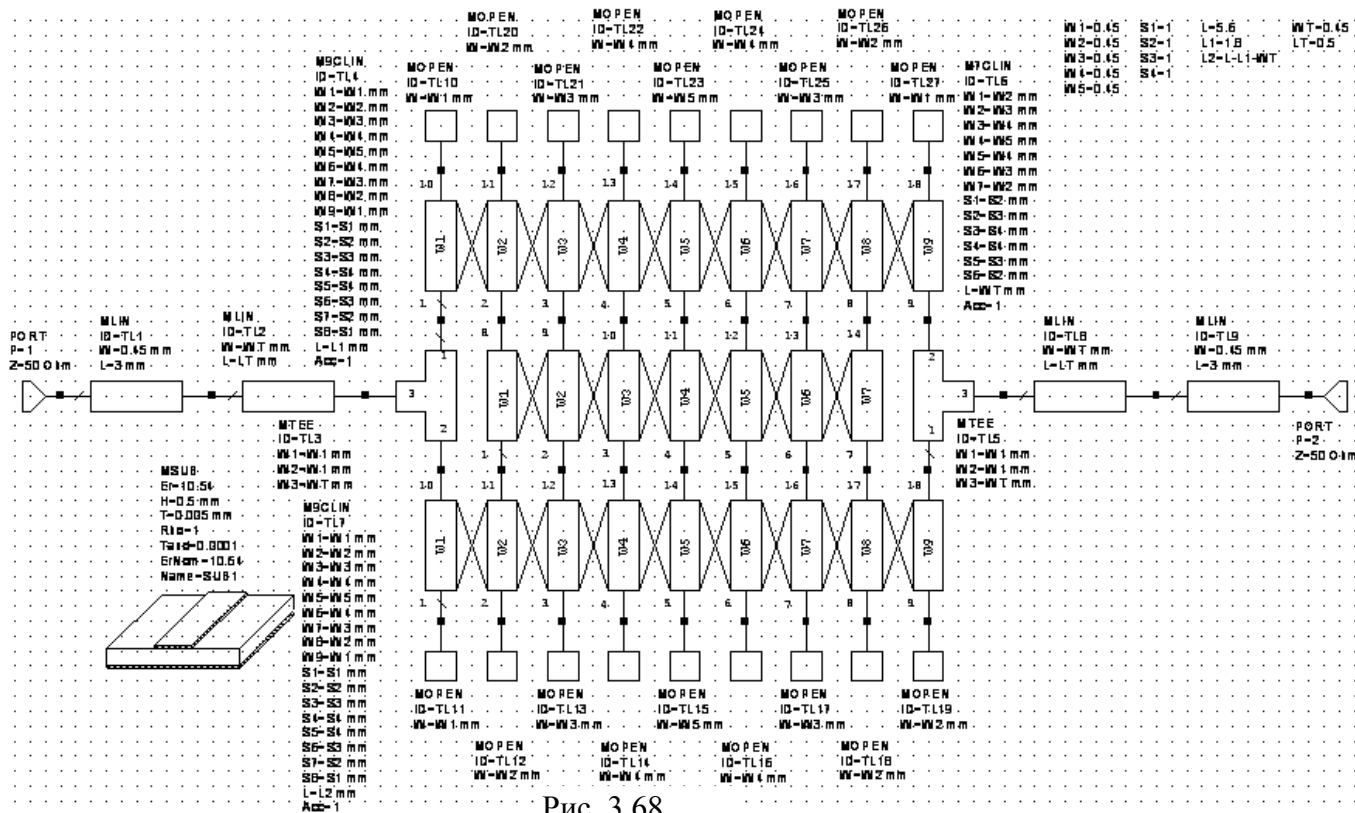

Рис. 3.68
7. Дважды щёлкните по элементу **MSUB** и введите параметры $\epsilon_r=10.54$, $H=0.5$, $T=0.005$, $T_{and}=0.0001$ и $\epsilon_rNom=10.54$. Окончательная схема показана на рис. 3.68.